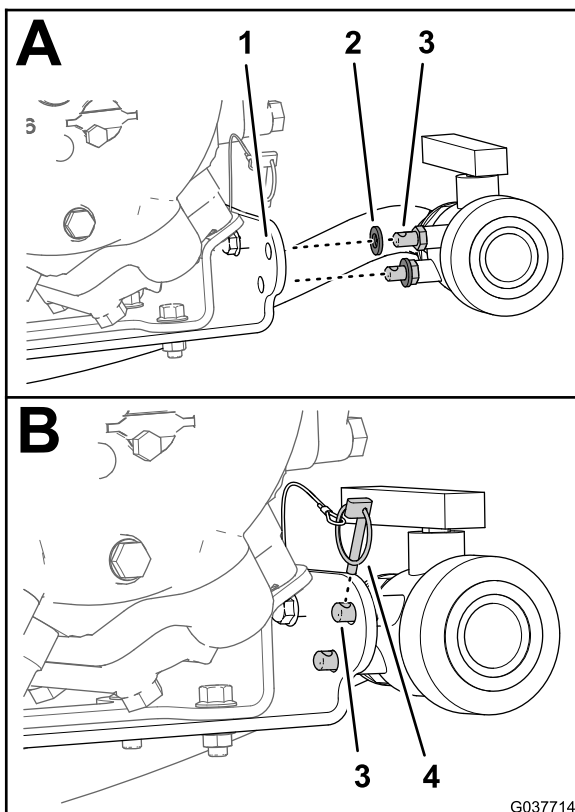

Bild 82
2. Stellen Sie sicher, dass die zwei Gummischeiben an den zwei Befestigungsstiften des Ablassventils befestigt sind (Bild 82).
- Fluchten Sie die zwei Befestigungsstifte durch die zwei Löcher (11 mm) in der Halterung der Sprühpumpe aus (Bild 82).
- Befestigen Sie das Ablassventil mit dem Klapstecker an der Pumpenhalterung (Bild 82).